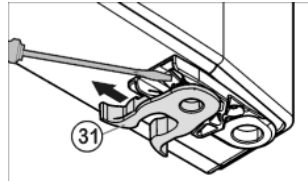

Fig. 7
- ▶ Cambiar de sitio la grapa elástica *Fig. 7 (31)*: presione hacia abajo el saliente de enganche y retire la grapa elástica.